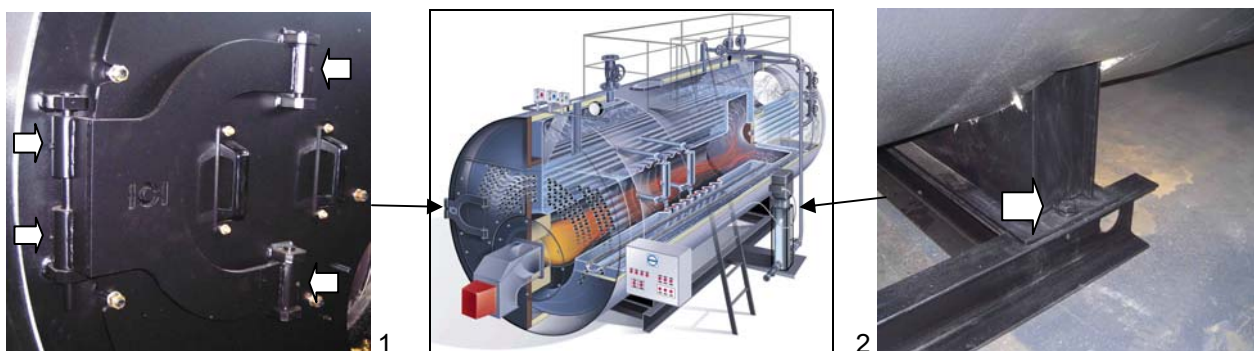

Fig. 9
- **Pe balamalele bratelor usilor sunt prezente suruburi de oprire (1 Fig. 9) pentru atenuarea vibratiilor, asigurati-va ca desfaceti aceste suruburi cand va trebui sa deschideti usile.**
- **Scoateti suruburile de fixare (2 Fig. 9) de pe suportul posterior dupa ce ati pozitionat generatorul si inainte de pornire, pentru a permite dilatari termice in timpul functionarii.**